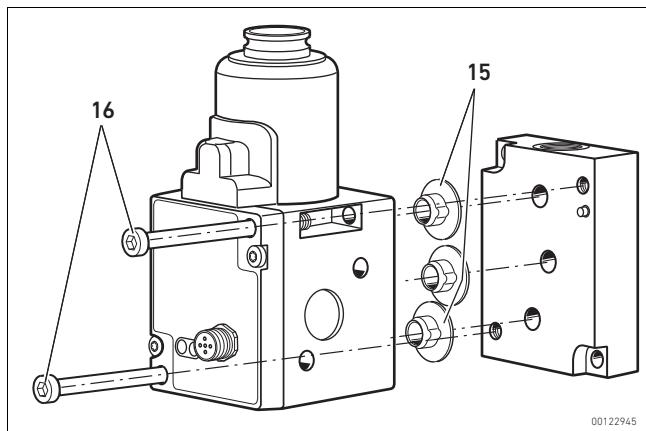

Abb. 5: ED05-Druckregelventil auf einer Grundplatte montieren
1. Legen Sie die drei Grundplatten-Dichtungen (15) in die Gewindeanschlüsse (3, 4, 5) ein und drücken Sie sie ein. Die Dichtungen sind so geformt, dass sie in die Gewindeanschlüsse einrasten und bei der Montage nicht herausfallen können.
3. Setzen Sie die beiden Schrauben M6 x 75 (16) in die beiden Durchgangsbohrungen ein (siehe Abb. 5 auf Seite 22) und ziehen Sie sie an.